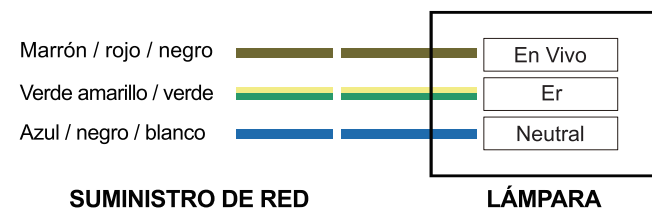
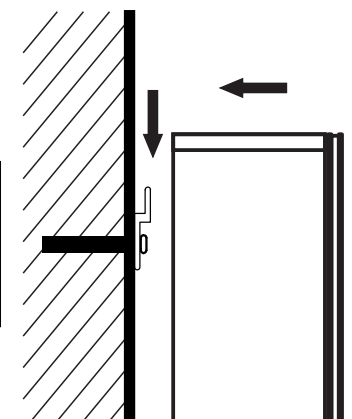

Fig. 5
Fig. 6
2.2 Kontrollera att väggkretsen inte är spänningsförande och anslut den treledarkabel som är avsedd för väggen till treledarkabelns kopplingsplint på produkten (fig. 5). Montera spegelskåpet på stangen (fig. 6).